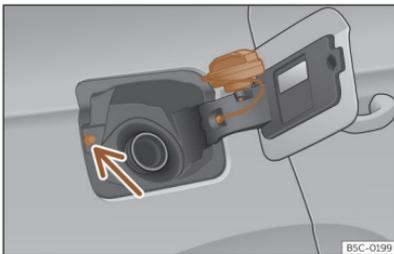

Fig. 191 Tapa del depósito con el tapón encajado.
- Colóquelo en el espacio que hay en la bisagra de la tapa abierta >>> **fig. 191.**
Evite tocar el botón de bloqueo de la tapa de combustible >>> **fig. 191** (flecha). El sistema entenderá que ha acabado y no podrá seguir repostando. Vuelva a pulsar la tecla **B** de la puerta del conductor para continuar.